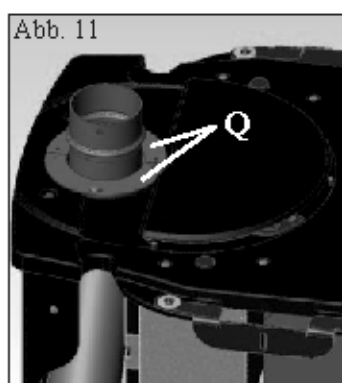

Abb. 11
- Die beiden Blechverschlüsse um das Rohr legen (Q - Abb. 11) und festschrauben.